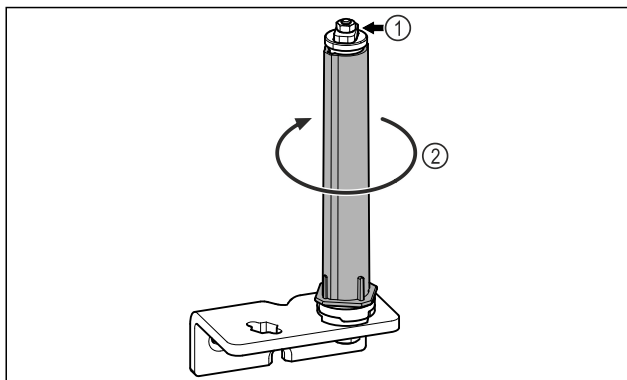

Fig. 18
- Non disassemblare il sistema di chiusura della porta Fig. 18 (1).
- Ruotare il sistema di chiusura Fig. 18 (2) finché non scatta.